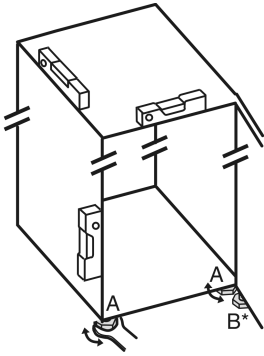

Fig. 34
- Az állítható lábakat Fig. 34 (A) a mellékelt villáskulccsal és egy vízmérce segítségével csavarja ki addig, amíg a készülék szilárdan és egyenesen be nincs igazítva.
- A csapágybak állítható lábát Fig. 34 (B) a mellékelt villáskulccsal csavarja ki úgy, hogy a padlón feküdjön.
- Az állítható lábat Fig. 34 (B) forgassa tovább 90°-kal.